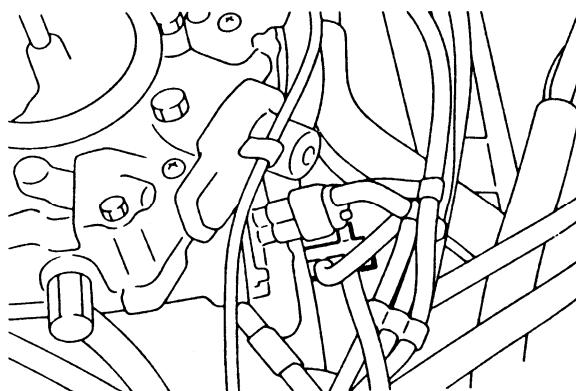

图 2-129 安装真空表
- (1) 起动发动机并暖机运转直到冷却液的温度达到 80~90℃。
- (2) 将发动机转速表装到适当的位置。
- (3) 在图 2-129 所示的进气管位置装上真空表。